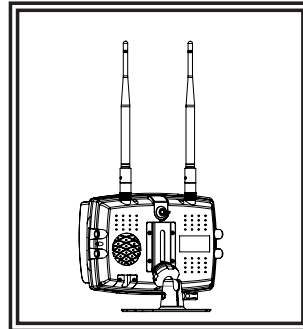

Figura 5
4. Instale el monitor y el visor de sol en el pedestal como se muestra en la Figura 5. Ajuste la posición del monitor para conseguir el mejor ángulo de visualización antes de ajustar el tornillo fijo en el montaje del pedestal. Fije las antenas para que apunten hacia arriba.